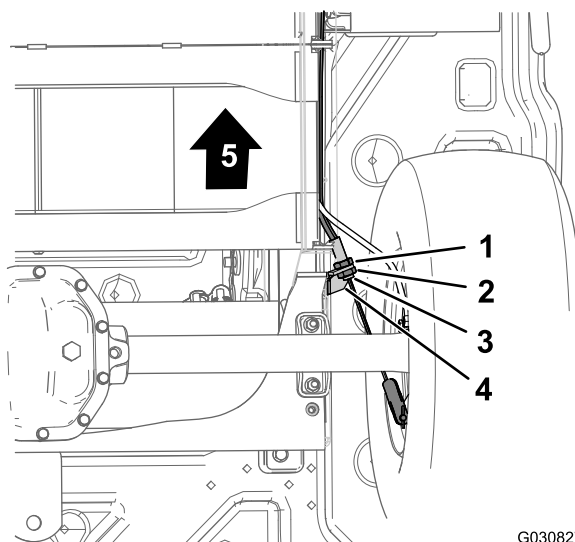

Figura 48
3. Na parte inferior da máquina, desaperte a porca de bloqueio traseira para o ajustador roscado do cabo do travão de mão 4 voltas (Figura 48).
4. Aperte a porca dianteira (Figura 48).
- A. Desaperte a porca de bloqueio dianteira (Figura 48) para o ajustador roscado do cabo do travão de mão 1 volta.
- B. Aperte a porca traseira (Figura 48).
- A. Desaperte a porca de bloqueio traseira (**Figura 48**) para o ajustador roscado do cabo do travão de mão 1 volta.
- B. Aperte a porca dianteira (**Figura 48**).